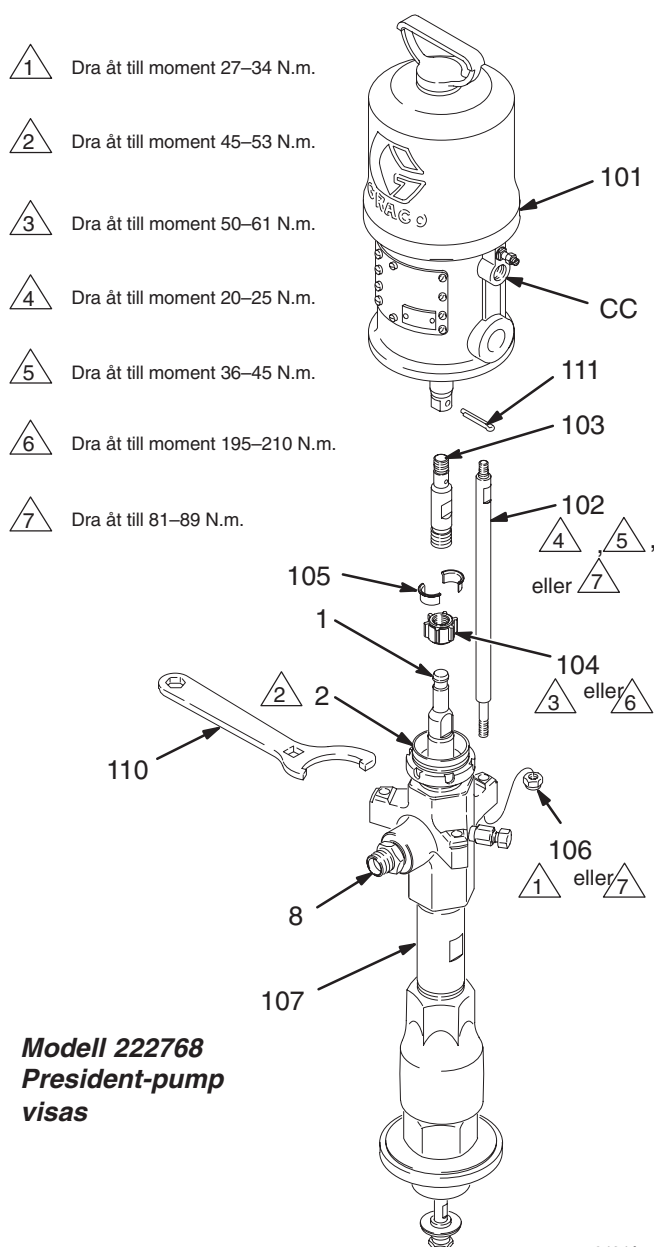

Fig. 4
3. Lossa luft- eller hydraulslangen. Håll vätskeutlopps-kopplingen (8) med en nyckel så att den inte lossnar när vätskeslangen lossas.
4. Ta bort pumpen från dess fästen. Montera bort kolv-pumpen (107) från luftmotorn (101) enligt nedan. Se till att notera relativa läget för pumpens vätskeutlopp (8) i förhållande till motorns luftinlopp (CC).
5. Skruva lossa kopplingsmuttern (104) från kopplings-stången (103) eller luftmotoraxeln med en skiftnyckel (eller med hammare och dorn). Tappa inte kopplings-kragarna (105). Se Fig. 4.
6. Håll fast de plana ytorna på kopplingsstången med en nyckel så att stängerna inte vrider sig. Skruva loss muttrarna (106) från dragstångerna (102) med med-följande nyckel (110). Ta försiktigt bort kolvumpen (107) från motorn (101).
1. Se till att kopplingsmuttern (104) och kopplingskragarna (105) sitter på plats på kolvstången (1). Se Fig. 4.
2. Rikta in pumpens vätskeutlopp (8) relativt luftintaget (CC) enligt noteringen i steg 4 i avsnittet **Demontering av kolvumpen**. Sätt kolvumpen (107) på dragsstångerna (102).
OBSERVERA: Korrekta åtdragningsmoment för din pump finns i Fig. 4 på i momenttabellen.
MOMENTTABELL FÖR PUMP (se Fig. 4)